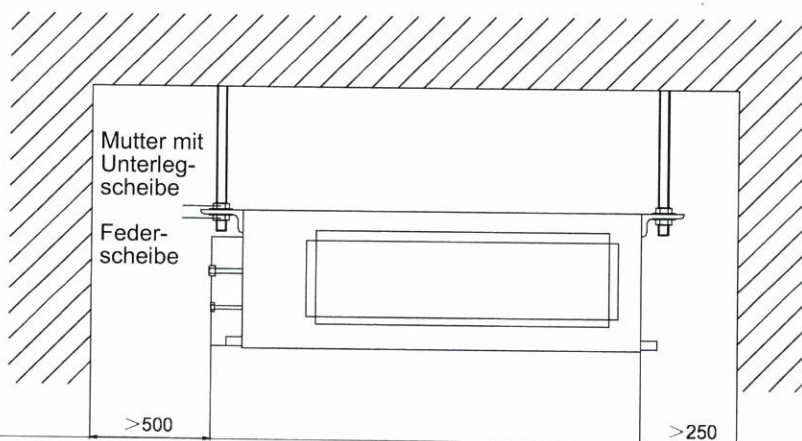

Abb. 2
- Der erforderliche Raum für Installation und Instandhaltung ist gemäß Abbildung 2 sicherzustellen.